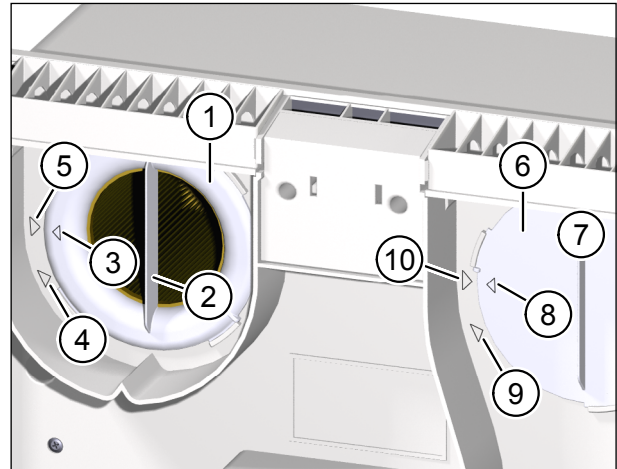

Abb. 4: Gebrauchte Filter entfernen
- ▶ Drehen Sie den Filterring (Pos. 1 in Abb. 4) an der Griffleiste (Pos. 2 in Abb. 4) gegen den Uhrzeigersinn, bis der Pfeil am Filterring (Pos. 3 in Abb. 4) auf den Pfeil der Entnahmeposition (Pos. 4 in Abb. 4) zeigt.
- ▶ Drehen Sie den Filterdeckel (Pos. 6 in Abb. 4) an der Griffleiste (Pos. 7 in Abb. 4) gegen den Uhrzeigersinn, bis der Pfeil am Filterdeckel (Pos. 8 in Abb. 4) auf den Pfeil der Entnahmeposition (Pos. 9 in Abb. 4) zeigt.